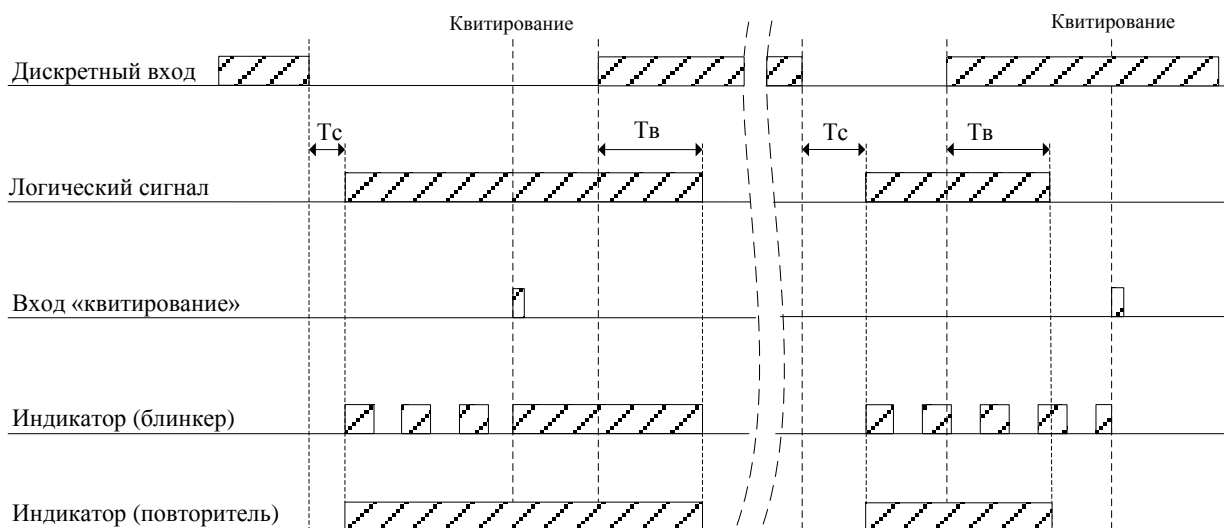

Рисунок 1.7 – Инверсный тип сигнала и его квитирование
- длительный «ИНВ.» (инверсный) (рисунок 1.7);